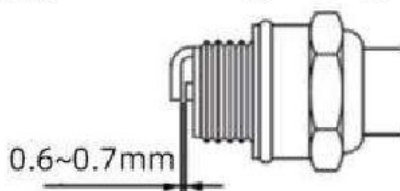

Рисунок 33
6. Проверьте зазор свечи зажигания. Допустимый зазор должен составлять от 0,6 до 0,7 мм (рис.33).